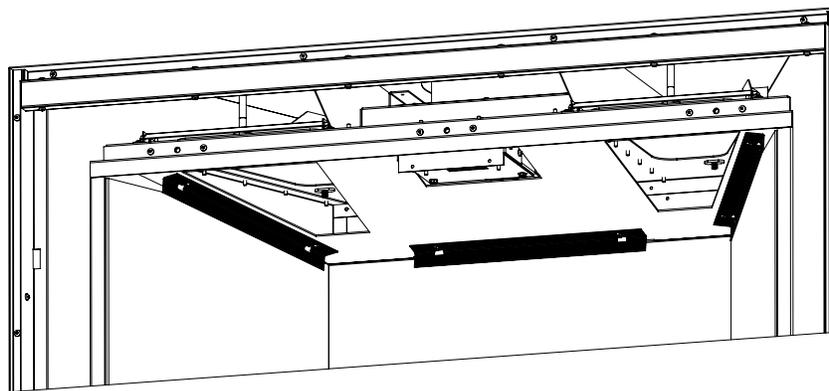

Figure 75: Retenues de Doublure
Étape 3. Retirez les dispositifs de retenue de la chemise un à la fois en utilisant une douille 5/16. Les vis doivent seulement être desserrées, pas complètement enlevées, car les dispositifs de retenue sont fendus. Retirez d'abord les doublures latérales, puis l'arrière (voir Figure 75).